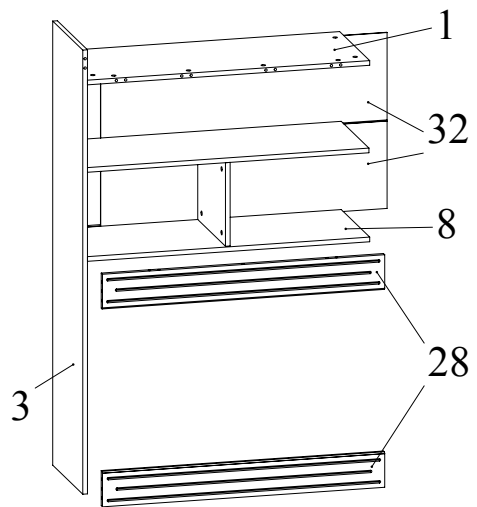

Рис.9
17. Установить фасадные планки 28 на боковину 3 и зафиксировать, повернув конфирматным ключом головки минификсов по часовой стрелке до упора (Рис. 9).
18. Вставить стенки ДВП 32 в пазы боковины 3, крышки 1 и полки 8 (Рис. 9).